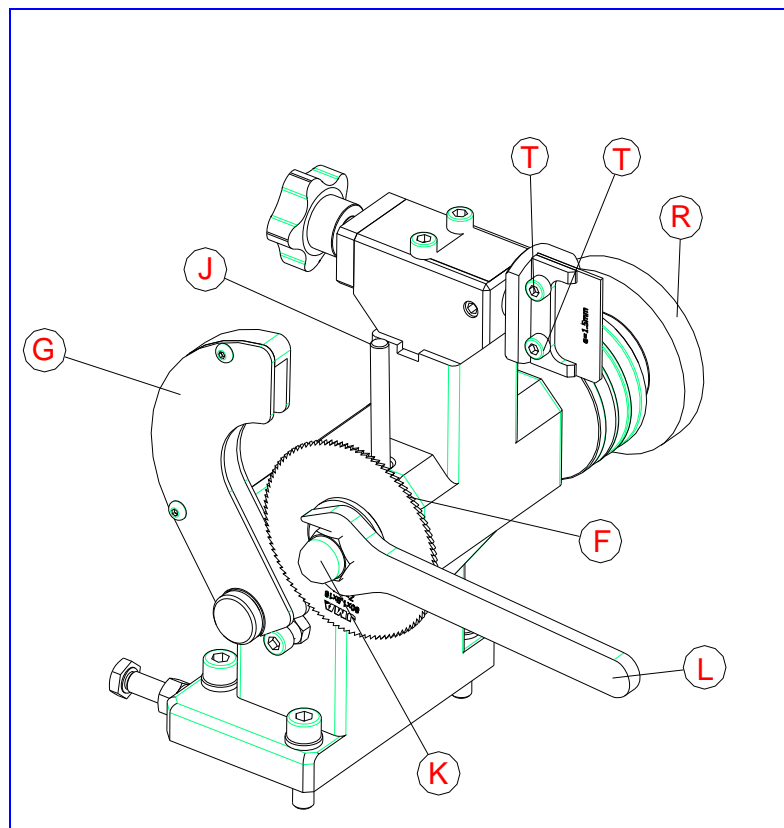

Fig. 8
Per la sostituzione della spazzola: Allentare la protezione della cinghia e bloccare l'albero della fresa servendosi della bacchetta. Svitare la vite (R) servendosi di una chiave a brugola. Sostituire la spazzola e infine rimettere a posto la protezione. Vedi Fig. 8.